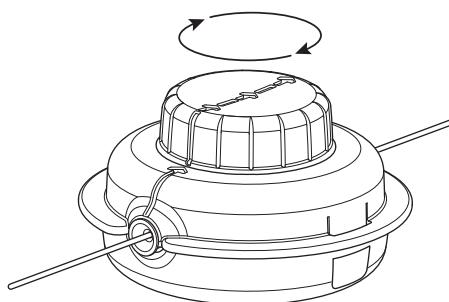

Fig. 15
- Gire la perilla de impacto en el sentido de las agujas del reloj para enrollar el hilo hasta que sobresalgan aproximadamente 5 pulgadas (12.7 cm) por cada lado del cabezal de corte (Fig. 15). **NO** oprima la perilla de impacto mientras se enrolla el hilo. **NO** se deben alinear las flechas cuando se termine de enrollar el hilo.